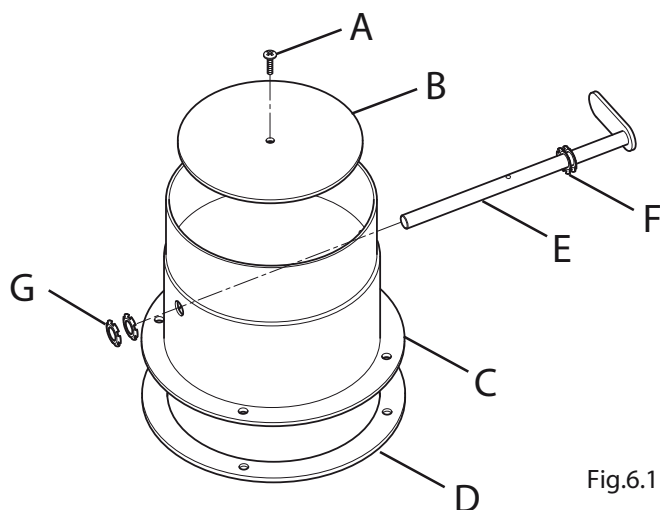

Fig.6.1
La stufa viene fornita con la valvola fumi (fig.6.1) smontata per consentire l'assemblaggio della testata in maiolica.
The stove is supplied with the exhaust valve (fig.6.1) dismantled to permit majolica head assembly.
Der Heizofen wird mit demontiertem Rauchventil (Abb. 6.1) geliefert, um den Zusammenbau des Oberteils aus Majolika zu gestatten.
2 Fig.6.1
- Posizionare la regolazione aria primaria sulla posizione "tutto aperto" (Fig. 6.1).
- Place the primary air adjustment to "fully open" (Fig. 6.1).